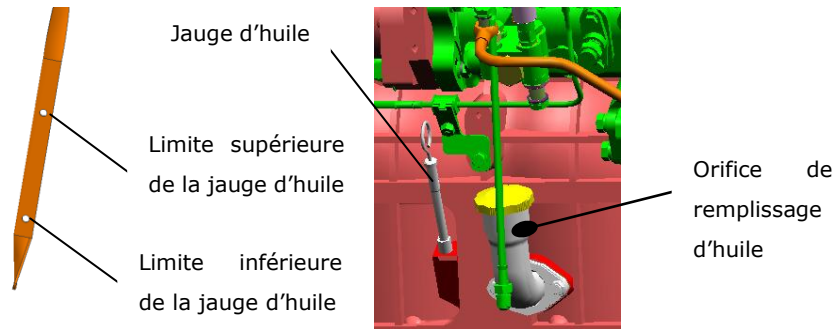

Fig. 5-1. Représentation schématique du remplissage de l'huile
- 2) Rajouter de l'huile si nécessaire. Ouvrir le bouchon de remplissage et verser de l'huile jusqu'à ce que son niveau se situe entre les limites supérieure et inférieure de la jauge. Voir la figure 5.1.